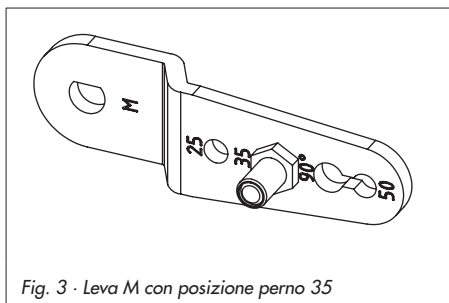

Fig. 3 - Leva M con posizione perno 35
4. Fissare la piastra di copertura (10) con la parte più stretta della sezione (fig.3 a sinistra) nella direzione dell'attacco di pressione. Assicurarsi che la tenuta morbida (14) sia rivolta verso il castello dell'attuatore
5. **Corsa 15 mm:** mantenere il perno (2) sulla leva **M** (1) nella parte posteriore del posizionatore sulla posizione **35** (standard).
**Corsa 7,5 mm:** rimuovere il perno (2) dalla posizione **35**, riposizionarlo nel foro per la posizione **25** e avvitare.
6. Inserire la tenuta sagomata (15) nella scanalatura del corpo del posizionatore.